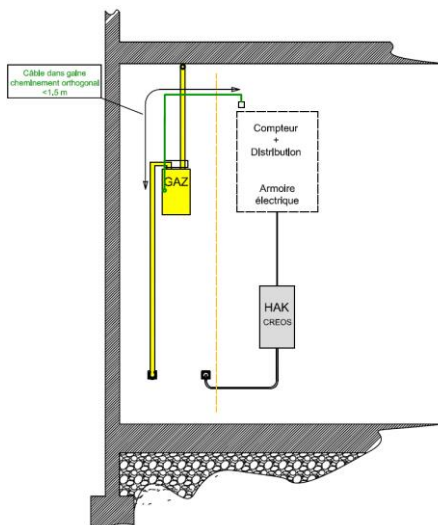

Bild 5: Vereinfachte Anordnung : Gaszähler nahe dem Verteilerschrank (1 Verbindungsdose)
- Vereinfachte Anordnung (Bild 5): befindet sich der Gaszähler im näherem Umfeld des elektrischen Verteilerschranks so dass die Kabelverlegung des am Gaszähler angebrundenen Kabels zu einem der Installationsbereiche seitens des Verteilerschranks weniger als 1,5 m\* darstellt, so ist es ausreichend nur alleinig die Verbindungsdose seitens des Verteilerschranks anzubringen.